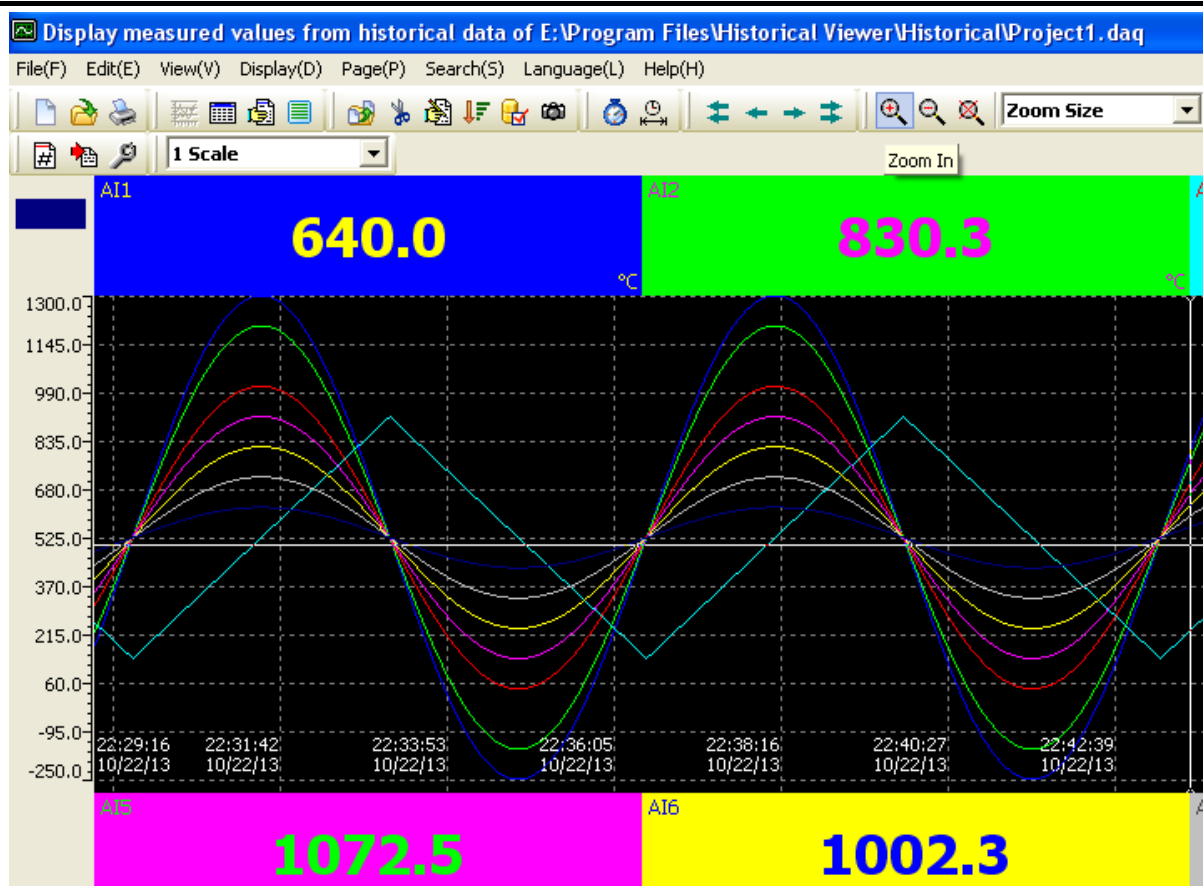

Рисунок 91
- 6) Откроется окно просмотра трендов, используя панель инструментов которой возможен трансфер данных в Excel, печать, поиск и т. д. (рисунок 91).